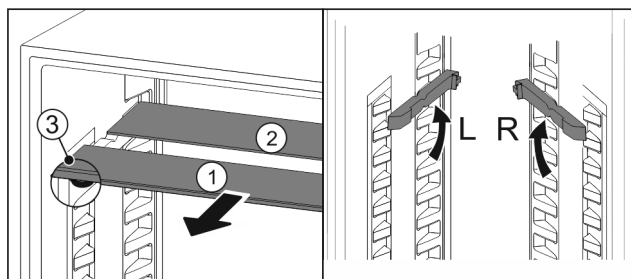

Fig. 21
- ▶ Sortir les tablettes par l'avant Fig. 21 (1).
- ▷ La tablette Fig. 21 (1) avec bordure décorative est située à l'avant.
- ▷ Les butées Fig. 21 (3) sont orientées vers le bas.